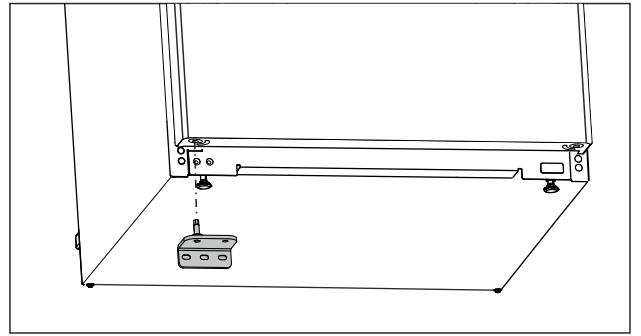

Fig. 16
- Aseta alempi laakerijalusta vastapäiselle puolelle. (katso Fig. 16)